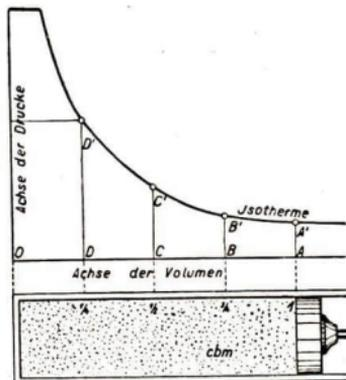

Abb. 147
1. Erkläre das Diagramm der Zusammenpressung Abb. 147! [Anfangsvolumen = 1 m^3 ; Anfangsdruck $AA' = 1 \text{ at.}$] Wie groß ist der Gasdruck in diesem Fall, wenn die Gasmenge auf $\frac{1}{4}$, $\frac{2}{4}$, $\frac{3}{4}$ [bzw. auf $\frac{1}{10}$, $\frac{2}{10}$, $\frac{3}{10}$. . .] des Anfangsvolumens zusammengepreßt wird?